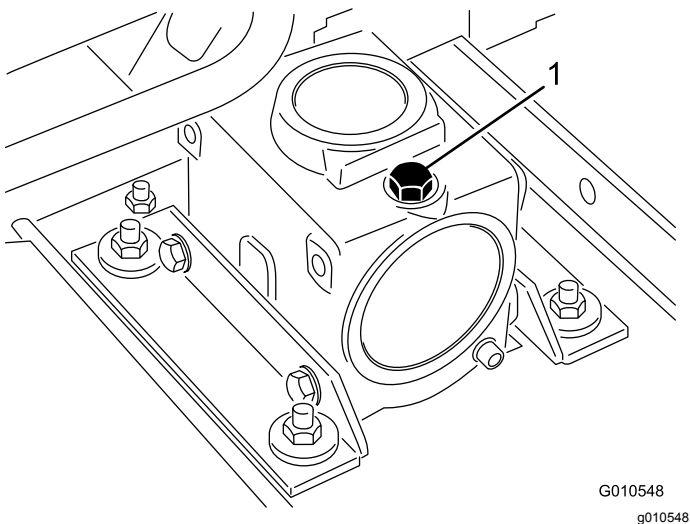

Figure 23
2. Retirez le bouchon de remplissage-jauge au sommet du boîtier d'engrenages (Figure 23) et vérifiez que le niveau d'huile se situe entre les repères sur la jauge. Si le niveau de lubrifiant est trop bas, faites l'appoint de lubrifiant pour faire monter le niveau entre les repères.